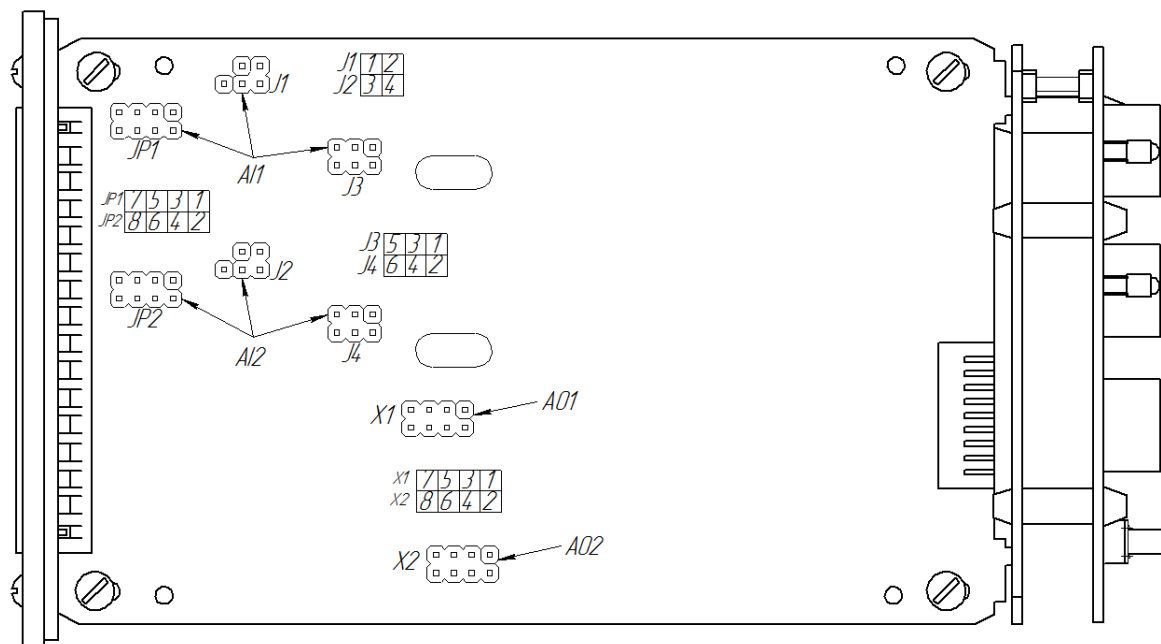

Рисунок 4.9.1 – Положение перемычек на плате входов
- установить положение переключателей на модуле универсальных входов в положение согласно выбранного типа входного сигнала (таблица 4.9.1, рисунок 4.9.1).
| Тип входного сигнала            | Код входа при заказе регулятора | Параметр меню конфигурации | Положение переключек на модуле универсальных входов (рис.4.9.1) |                    |
Диапазон аналоговых выходов АО1 и АО2, настраивается перемычками Х1и Х2 (см. рисунок 4.9.1) на модуле универсальных входов/выходов. Типы выходного сигнала и соответствующие положения перемычек приведены в таблице 4.9.2.